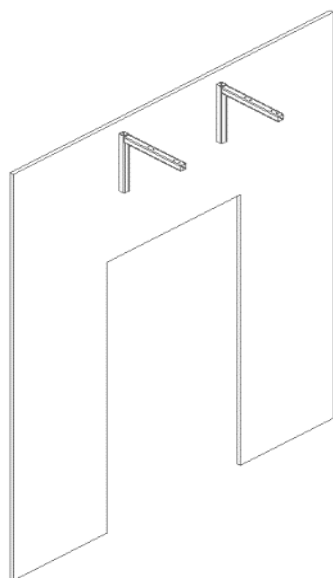

Figure 3a
Étape 1 Percez et boulonnez tous les supports muraux au mur comme indiqué sur la figure 3a, à l'aide des fixations appropriées en vous référant à l'annexe 1 pour la position correcte.